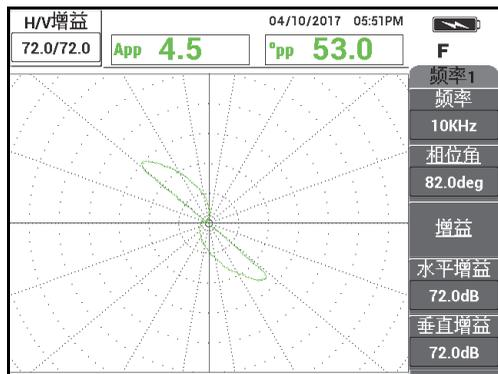

图 5-162 调节频率 1 的增益
- 按增益键 (**dB**)，然后增加频率 1 增益，直到孔的信号达到大约 6 个垂直分区的高度 (参见第 226 页的图 5-162)。